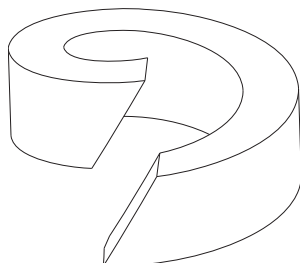

Рис. 6: Сальниковое кольцо
- и резке сальникового уплотнения от шнура проследите за тем, чтобы разрез был косым (см. рис. Рис. 6).
Слишком свободная крышка сальника DN250-500 (Поз. 17)	Дотяните шестигранную гайку (поз. 23) (Рис. 6); Замените верхнюю часть как можно быстрее При необходимости дополнительно набить сальниковое уплотнение (№ 6). Соблюдать предупреждающие указания